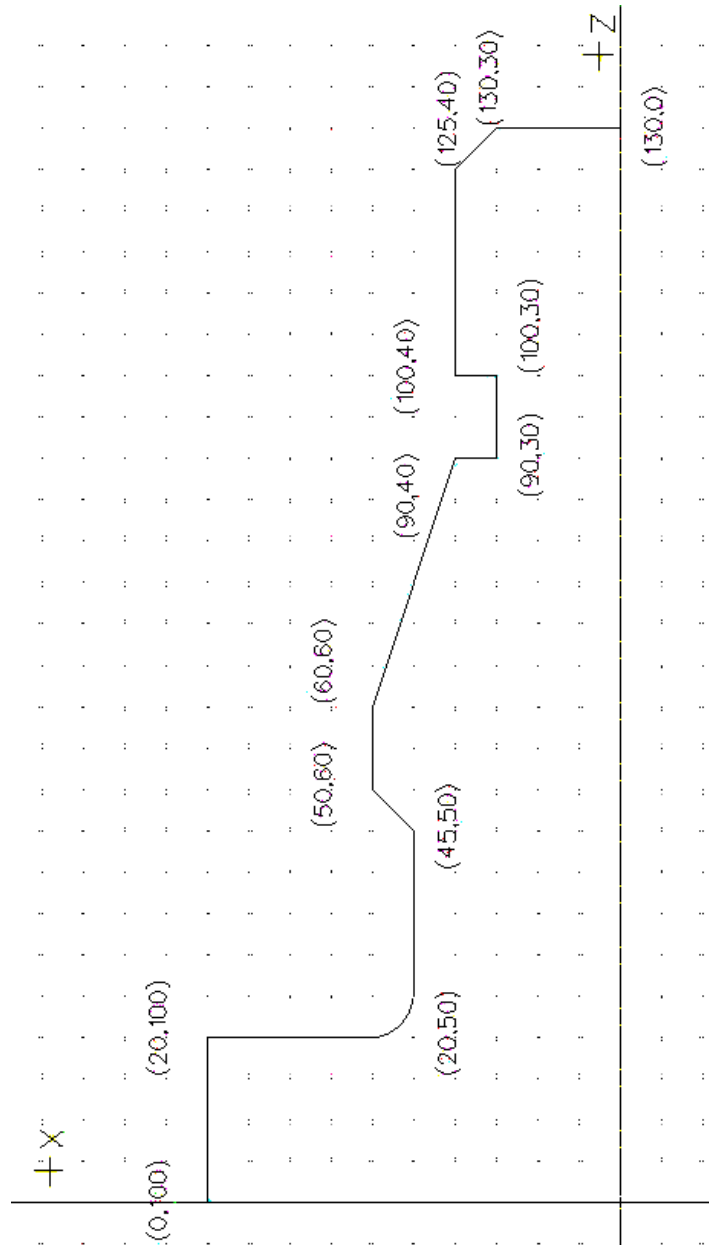

Figura 2. Dibujo de la pieza
8. Barra Utilidad > Simetría con copia. Se selecciona la geometría creada y se copia con simetría respecto al eje Z para obtener la pieza completa. La geometría completa acotada puede verse en la figura 2. (No es necesario acotar).